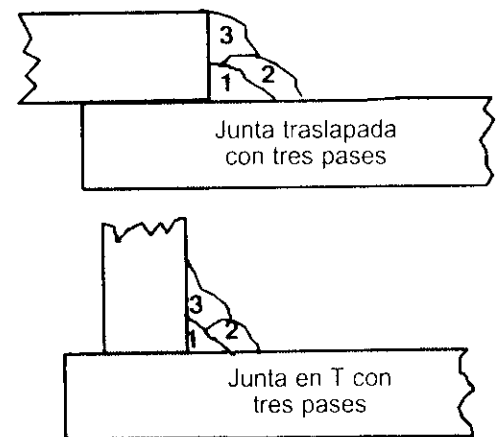

Figura 16. Junta a tope traslapada y en T con tres pasadas
**Juntas con filete de soldadura:** La mayoría de las soldaduras de filete en metales de espesor moderado a grueso requieren múltiples pasadas para lograr una unión fuerte. La Figura 16 muestra la secuencia de las pasadas en una junta en T y una junta traslapada con filete.